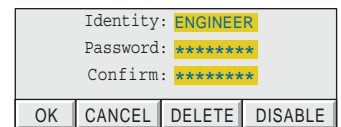

Figure 4.4.3b Page ID Edit
- 2 Appuyez sur le mot ENGINEER dans le champ Identity de la boîte de dialogue qui s'affiche (figure 4.4.3b).